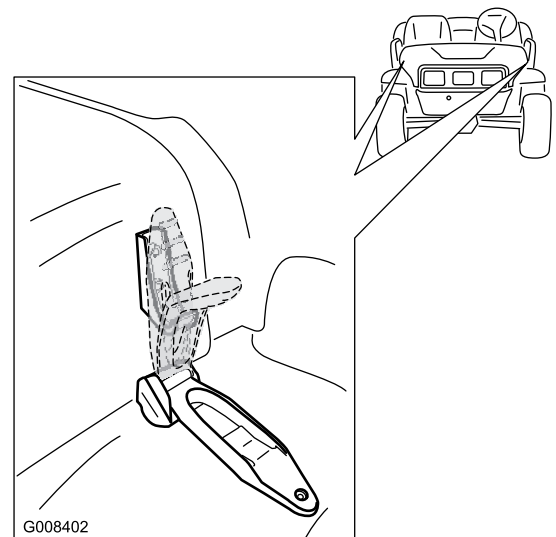

Figura 23
1. Eleve a pega dos trincos de borracha de cada lado do capot (Figura 23).
2. Segure no capot alinhando os trincos de borracha com as âncoras do trinco em cada lado do capot (Figura 23).